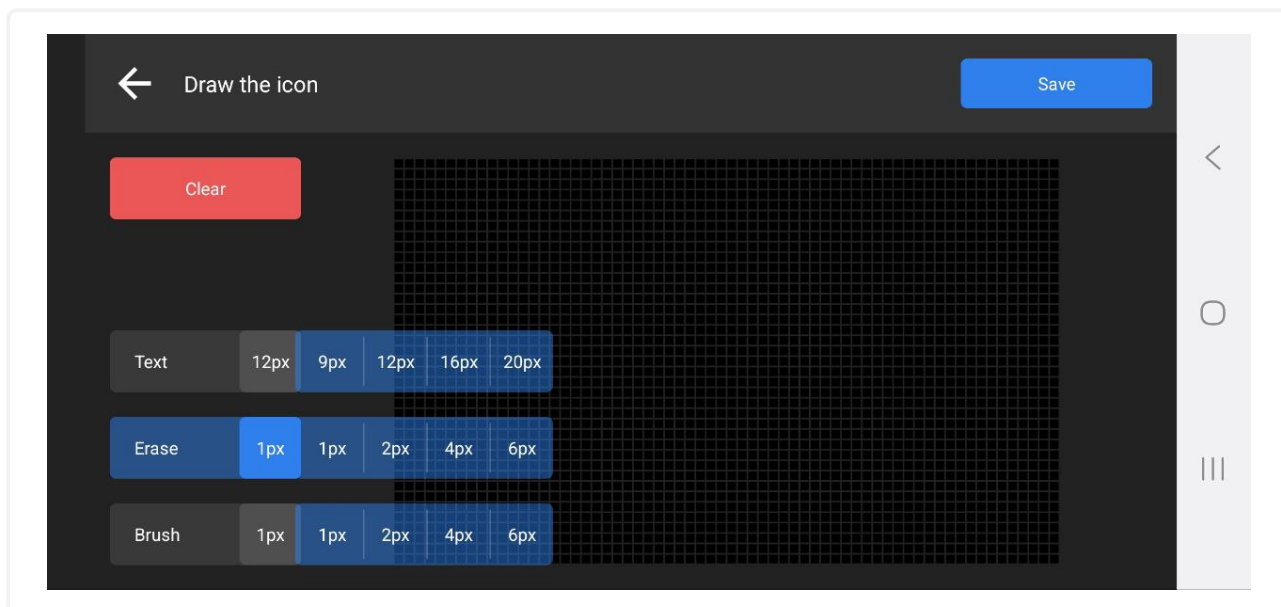

Рис. 35: Экран графического редактирования иконок
2. Выбрать режим **Text** и установите размер шрифта (см. рис. 35 на противоположной странице)
2. Выбрать режим **Canvas** (**Text/Canvas** — включение режима ввода текста или рисования переключается при нажатии на кнопку **Text/Canvas** соответственно) (см. рис. 35 на предыдущей странице)